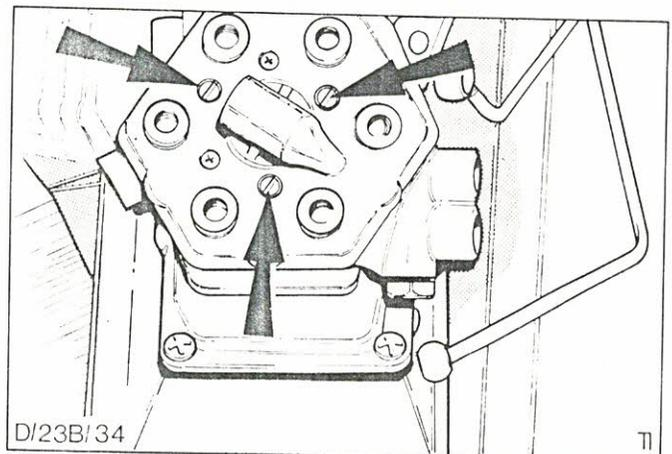

Abb.81 Befestigungsschrauben - Kraftstoffmengenteiler
5. Kraftstoffmengenteiler (3 Schrauben) komplett abbauen, Abb.81.